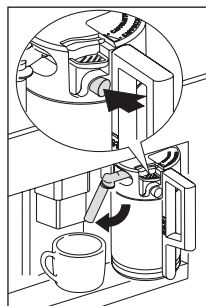

Fig. 33
- ▶ Posicione o bico de leite (Fig. 33) e, em seguida, coloque uma chávena suficientemente grande sob os bicos de café e leite.
- ▶ Coloque um recipiente sob o bico de leite (Fig. 33).
- ▶ Prima o botão **CLEAN (LIMPAR)** na tampa (C3) (consulte a página 144) e mantenha-o premido durante, pelo menos, 5 segundos (Fig. 33) para iniciar a função de limpeza.